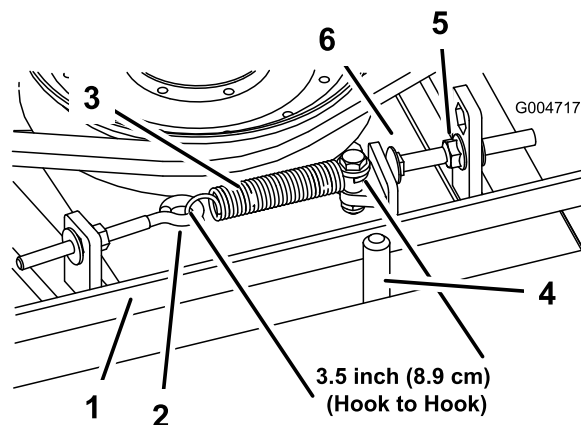

Bild 94
Bei richtiger Spannung sollte die Messung innen an der Verlängerungsfeder (Haken zu Haken) ungefähr $8,3 \text{ cm} \pm 9,5 \text{ cm}$ betragen. Wenn die Federspannung richtig ist, stellen Sie die Anschlagsschraube (Schlossschraube) ein, bis der Abstand zwischen dem Schraubenkopf und dem Spannarm ungefähr 2-55 mm beträgt (Bild 94).
Hinweis: Achten Sie darauf, dass der Riemen auf der Federseite der Riemenführung positioniert ist (Bild 94).
2. Lösen Sie den Augenbolzen, um die Verlängerungsfeder abzunehmen (Bild 94).
3. Lösen Sie die Bundmutter, mit der die Anschlagsschraube an der Befestigungsnase befestigt ist, und schieben Sie die Spannscheibe vom Riemen weg, um die Riemen Spannung zu lösen (Bild 94).
- Setzen Sie die Verlängerungsfeder (Bild 94) wieder in den Augenbolzen ein und spannen Sie den Riemen wie folgt: